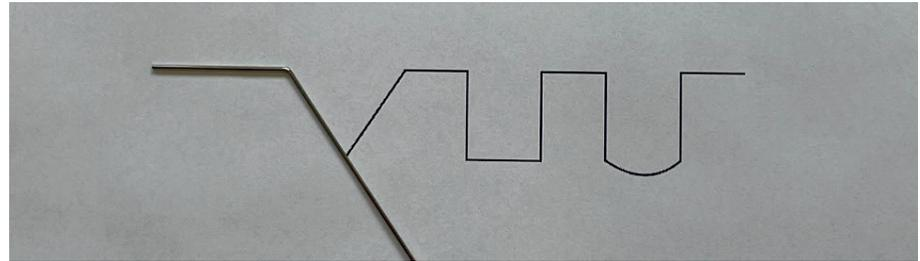

Figura 1.1.6.
- ~ Después de cada dobléz, debemos superponer la figura en la plantilla. Utilizar para ello una loseta de vidrio u otra superficie plana (figura 1.1.6).